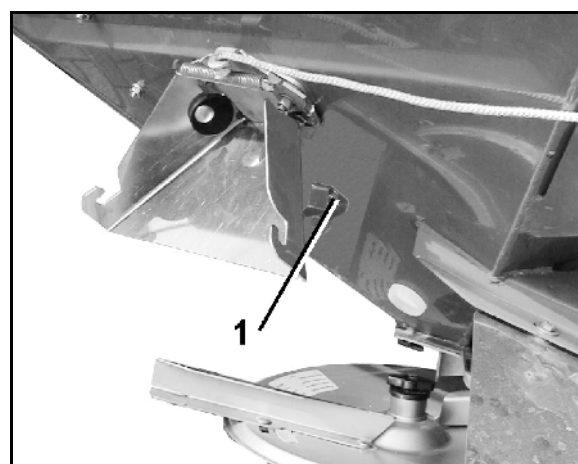
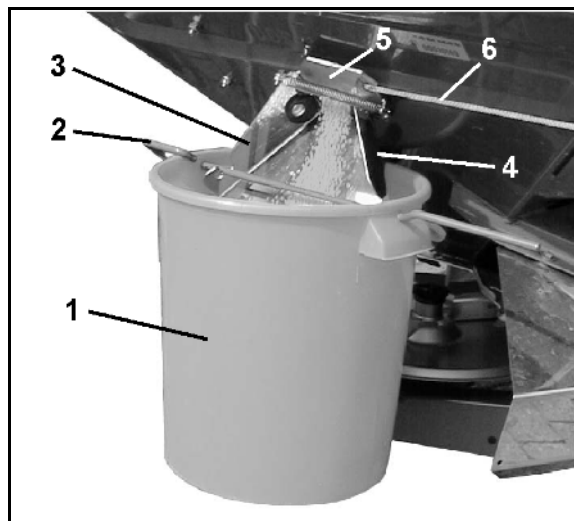

Рис. 65
Рис. 67
1. Подвесьте приемную ёмкость (Рис. 67/1) с помощью скобы (Рис. 67/2) на выпускном желобе (Рис. 67/3). Приемная ёмкость должна зафиксироваться в зажимном устройстве (Рис. 67/4 и Рис. 65/1).
2. Полностью раскройте боковую заслонку (Рис. 67/5) от выпускного желоба примерно на 5 с помощью троса (Рис. 67/6) (для обеспечения равномерного потока удобрения). Собранное при этом количество удобрения высыпьте назад в распределитель.